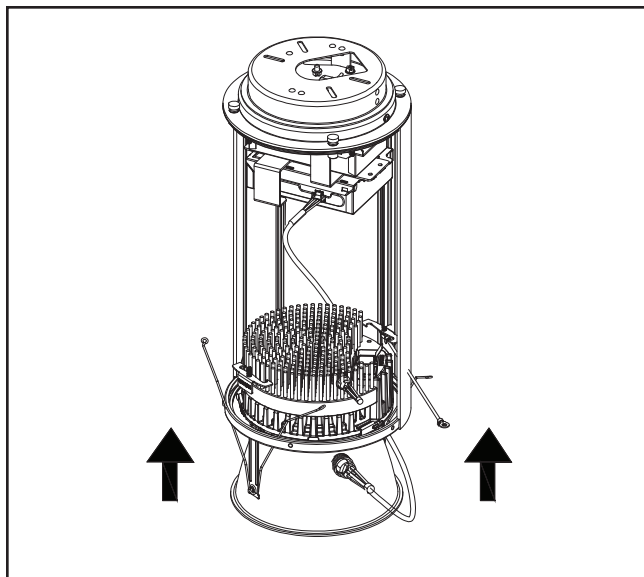

Figura 13
5. Después de conectar el cable al paquete de baterías, instale el módulo de la moldura en el cilindro (siga las instrucciones de instalación estándar). (Figura 13)